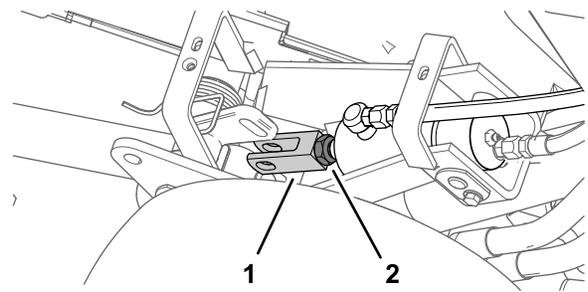
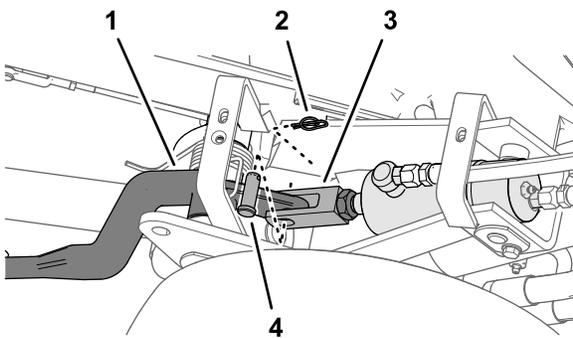

Bild 53
Bild 52
6. Befestigen Sie das Lastösen-Anschlussstück mit dem Lastösenbolzen und Haltering am Hubarm und ziehen Sie die Klemmmutter fest (Bild 52 und Bild 53).
3. Lockern Sie die Klemmmutter, mit der der Lastösenbolzen am Zylinder der Schneideinheit befestigt ist, den Sie einstellen möchten (Bild 52).
4. Entfernen Sie den Haltering und den Lastösenbolzen (Bild 52)
5. Drehen Sie den Lastösenbolzen so lange, bis Sie die gewünschte Höhe erzielt haben (Bild 53).